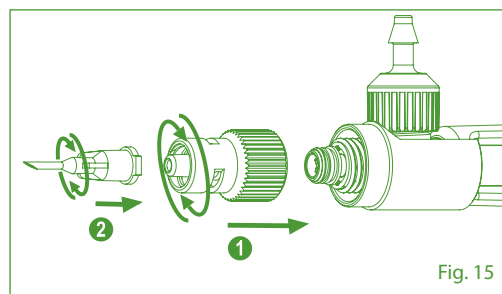

Fig. 15
3. Avvitare l'ugello Luer Lock, collegare l'ago (Fig. 15).
3. Rosqueie o bico Luer Lock e fixe a agulha (Fig. 15).